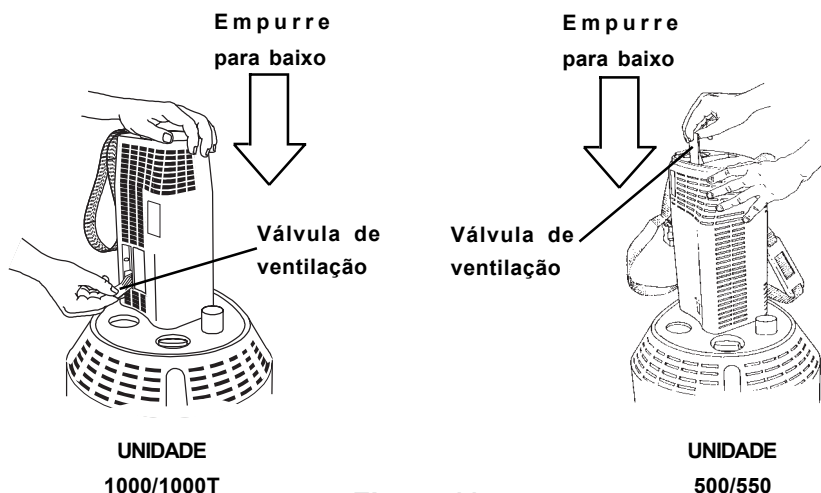

Figura 11
6. Enquanto segura a unidade portátil na posição de carregamento, mova a alavanca da válvula de ventilação à posição aberta (90° a partir da posição fechada (off) normal). Isto resultará num barulho alto, um tanto sibilante (*Figura 11*).